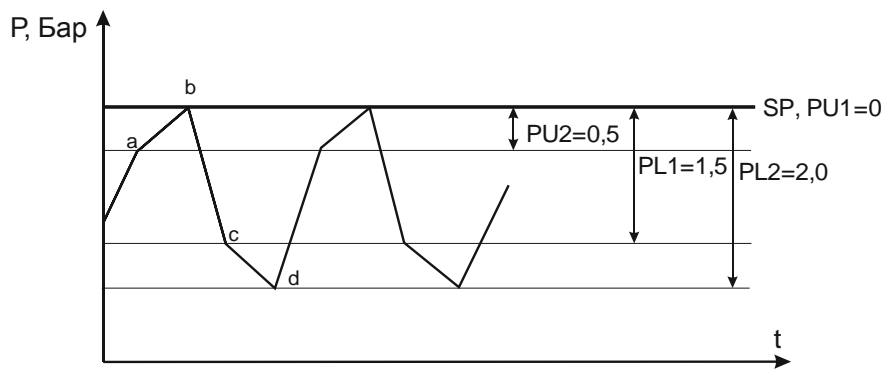

Рисунок 7
Основная функция стратегии автоматического режима - это поддержание давления в системе между контрольной точкой 'Высокое давление' (SP) и точкой 'Низкое давление' (SP-2Бар) для достижения системой оптимального режима энергосбережения (см. график, рисунок 7).